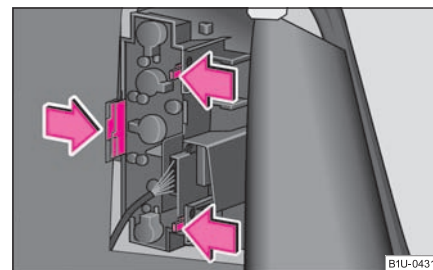

Fig. 185 Portbagajul: Suportul becurilor
- Apăsăți elementele de fixare în sensul săgeții ⇒ fig. 185 și scoateți suportul cu becuri.